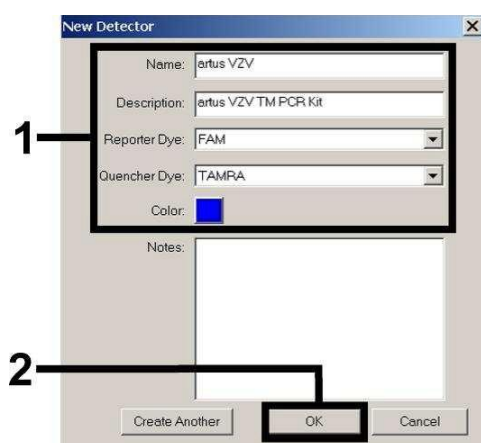
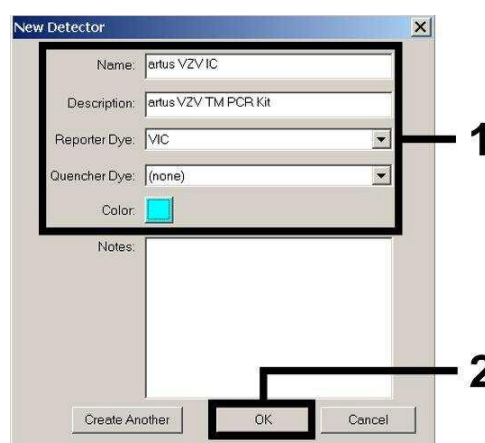
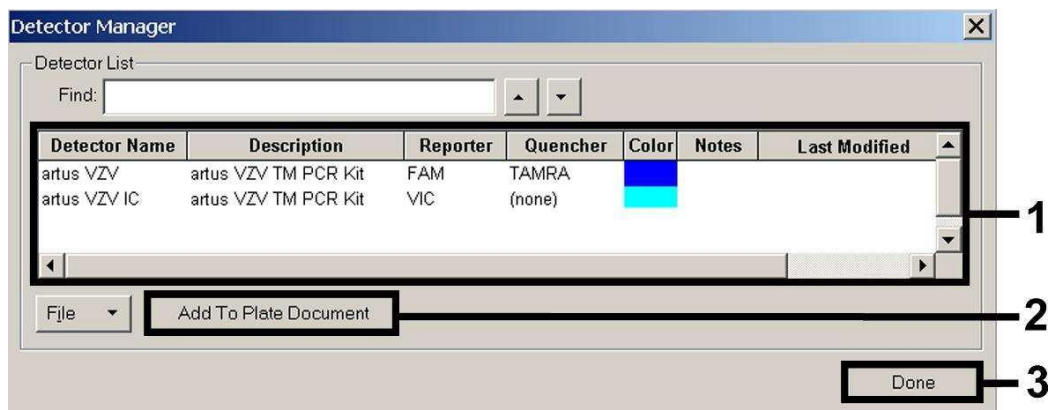

Fig. 4 : Création du détecteur spécifique au VZV (*Detector Manager*).
Fig. 5 : Création du détecteur spécifique au *Contrôle interne* (*Detector Manager*).
Fig. 6 : Sélection des détecteurs (*Detector Manager*).
Dans la fenêtre apparaissant à présent, choisir (conformément aux Fig. 4 et Fig. 5) la combinaison rapporteur/quencher **FAM/TAMRA** pour détecter l'ADN du VZV. Pour détecter le *Contrôle interne*, sélectionner la combinaison **VIC/none**. En confirmant la saisie (OK), un retour est effectué au *Detector Manager*. Sélectionner les détecteurs venant d'être créés et transférer chaque sélection vers *Well Inspector*, en cliquant sur l'option *Add to Plate Document* (voir Fig. 6). Fermer la fenêtre (*Done*).